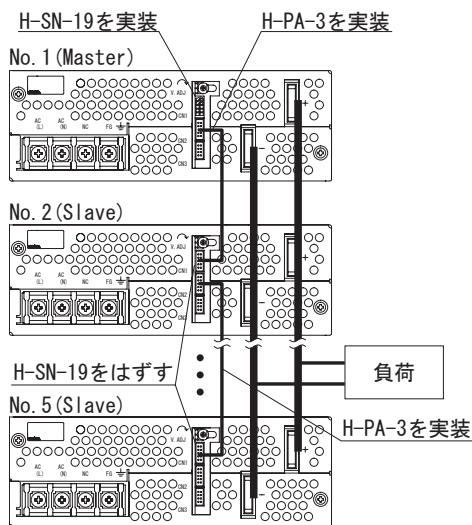

図 4.3 並列運転時の接続（PBA1500F の例）
■図 4.3 の配線をするによって、並列運転が可能です。並列運転するすべての電源の $\pm S, VB, CB$ どうしを接続し、マスター電源の CN1 で $\pm S$ と $\pm M$ を接続してください (工場出荷時に各電源の CN1 には専用ハーネス : H-SN-19 を実装しています)。スレーブ電源の CN1 に実装されている専用ハーネス : H-SN-19 をはずしてください。